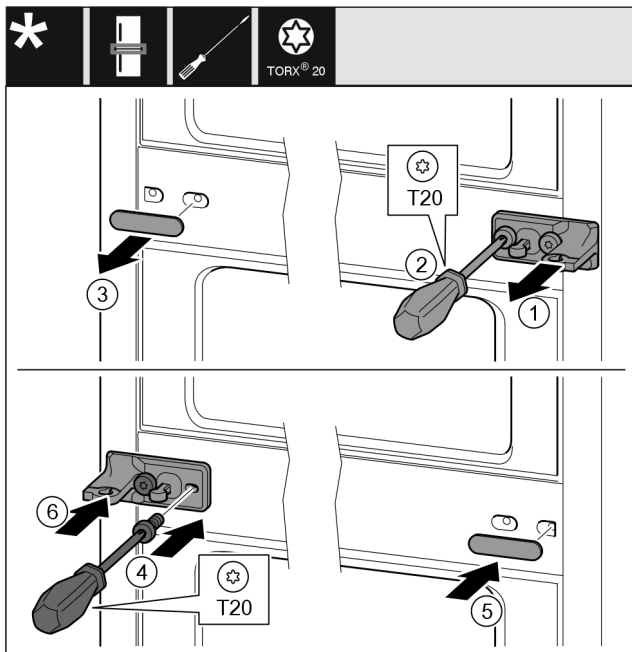

Fig. 23
- Scheibe Fig. 23 (1) abziehen.
- Schrauben Fig. 23 (2) mit Schraubendreher herausdrehen.
- Abdeckung Fig. 23 (3) vorsichtig abziehen.
- Lagerbock mit Folie Fig. 23 (4) um 180° gedreht auf der anderen Seite fest anschrauben.
- Abdeckung Fig. 23 (5) um 180° gedreht auf der anderen Seite anbringen.
- Scheibe Fig. 23 (6) von vorn aufschieben.